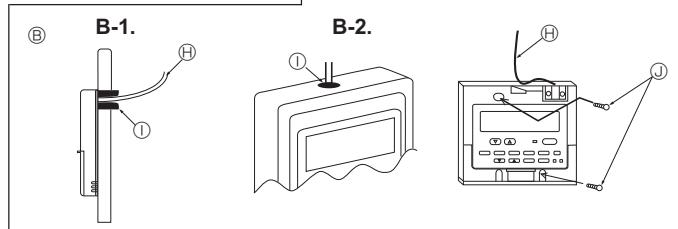

Fig. 6-3
(2) Täta serviceöppningen på fjärrkontrollsladden med fyllningsmassa för att förhindra att dagg, vatten, kackerlackor eller maskar eventuellt tränger in. (Fig. 6-3)
[Fig. 6-3]